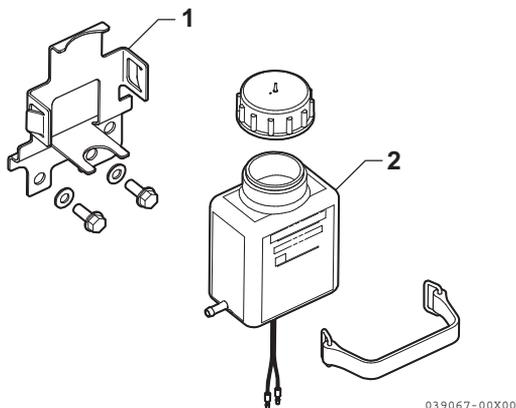

Figura 10
1. Rimuovere il serbatoio dell'olio dalla staffa (1, **Figura 10**).
3. Installare il serbatoio dell'olio (2, **Figura 10**) sulla staffa.